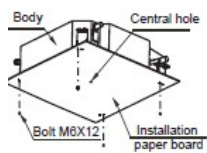

Fig.5-8
2. Efter att kroppen installerats, ska man fästa installationsmallen på aggregatet med bultar (M6x12) för att i förväg avgöra storlek och positioner för hålöppningarna mot taket (referera till bild 5-8).